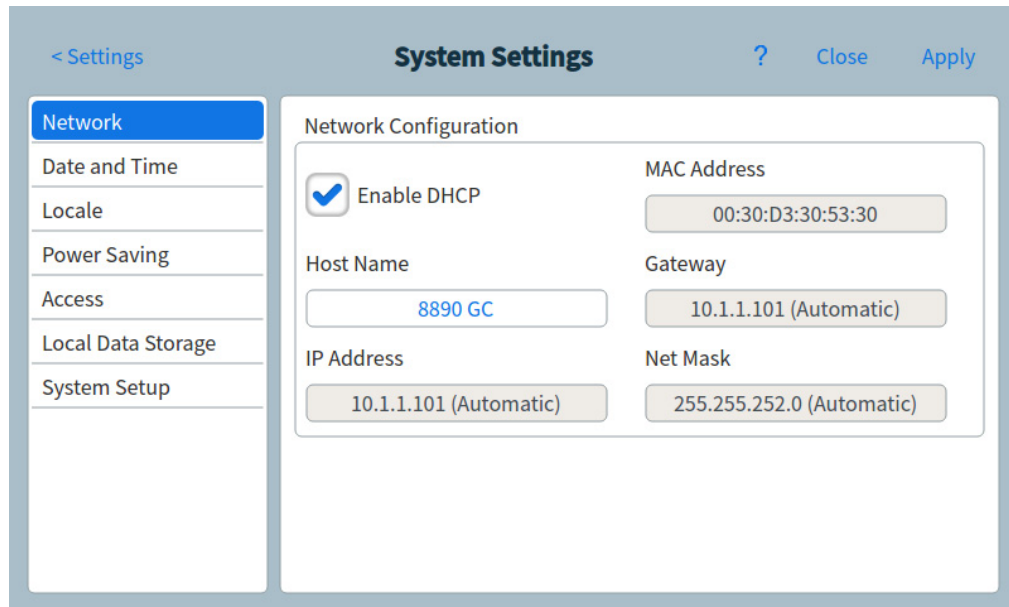

Figura 56. Pagina di configurazione della rete
- 1 Dalla pagina System Settings, selezionare il tasto di selezione **Network**. Comparire la pagina configurazione della rete. Vedere **Figura 56**.